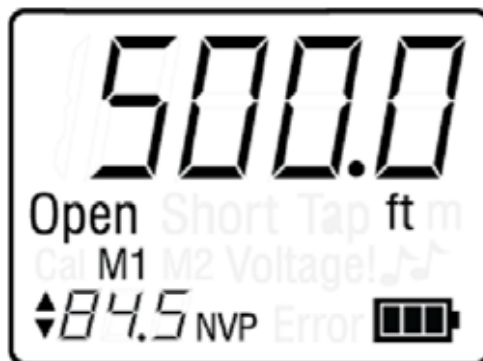

图 6 数值更新后的屏幕显示
5. 按 TEST 按钮，显示图 6 屏幕，可见 NVP 数值以被更新。